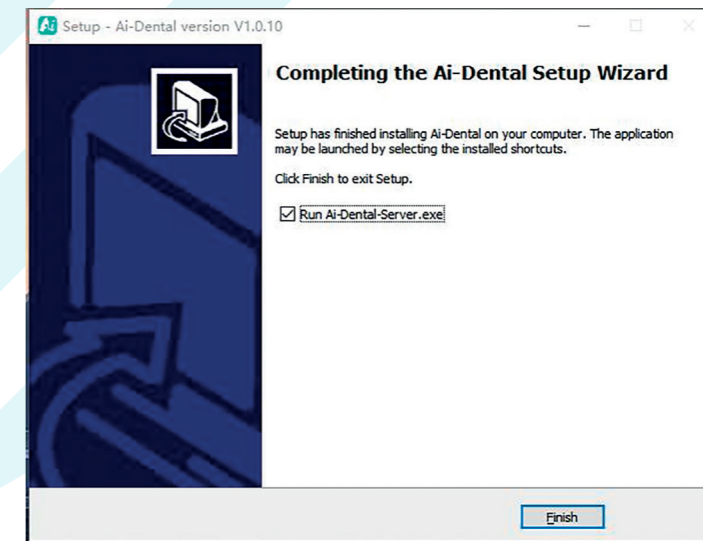

Figura 10
4.1.9 Una vez instalado el software, pulse el botón «Finalizar», como se muestra en la Figura 10: